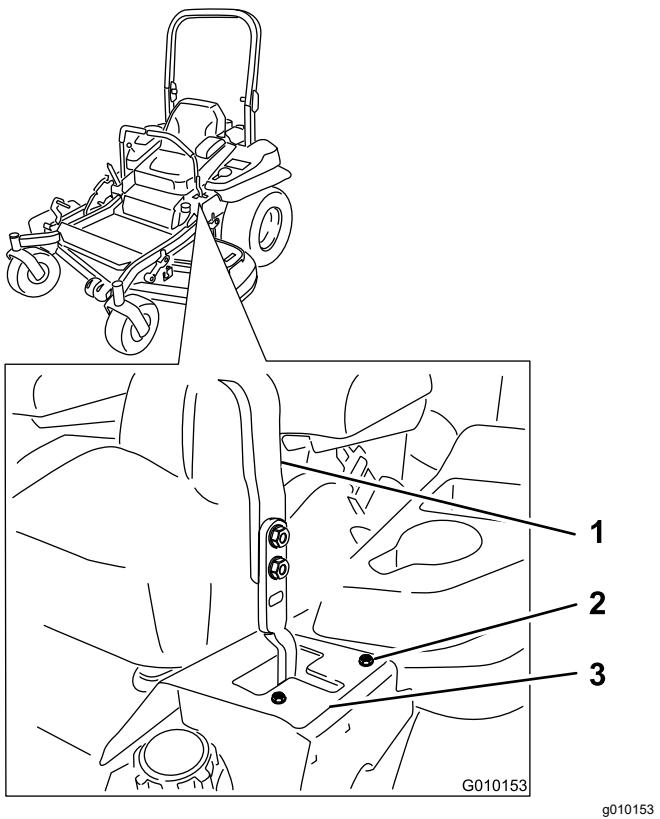

Figure 74
- Si elle se déporte à droite, desserrez les boulons et déplacez la plaque de butée gauche en arrière sur la fente en T gauche, jusqu'à ce que la machine se déplace en ligne droite (Figure 74).
- Si elle se déporte à gauche, desserrez les boulons et déplacez la plaque de butée droite en arrière sur la fente en T droite, jusqu'à ce que la machine se déplace en ligne droite (Figure 74).
6. Serrez les boulons de la plaque (Figure 74).